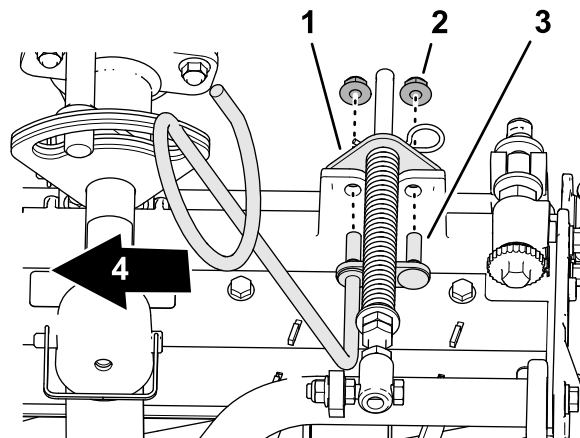

Рисунок 11
5. Совместите шпильки левой направляющей шланга с отверстиями в раме режущего блока и кронштейне компенсатора состояния грунта (Рисунок 11).